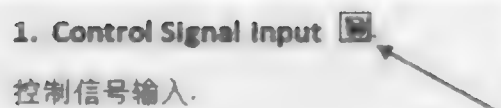

图 9.4.12 文档中显示关联图标
(3) 这时需求主题词的末尾,加入了一个导航按钮,如图 9.4.12 所示。其他需求可按同样方法与模块相关联。